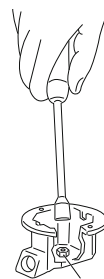

Fig. 7 : substitution des buses
2. A l'aide d'une clé à tube de 7 mm, dévisser les buses des brûleurs [Fig. 7].